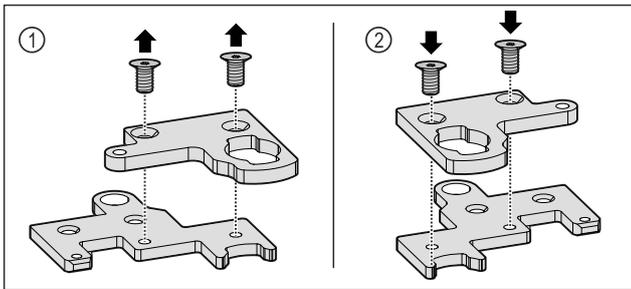

Fig. 34
- ▶ Desmontar el ángulo de bisagra de dos piezas. Fig. 34 (1)
- ▶ Volver a montar el ángulo de bisagra de dos piezas girado 180°. Fig. 34 (2)